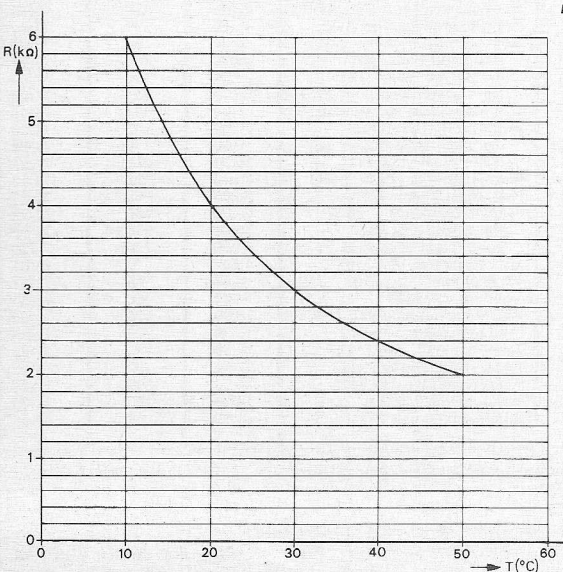
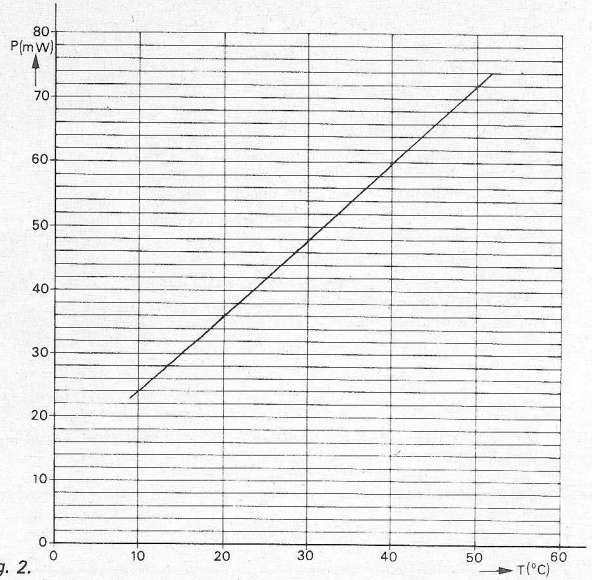

Fig. 1.
Fig. 2.
2. Een NTC-weerstand wordt gebruikt als thermometer. De waarde van de weerstand als functie van zijn temperatuur is in fig. 1 weergegeven.
a. Het opgenomen vermogen is  $P = U^2/R = 144/R$ . Door de uit fig. 1 afgelezen waarden van  $R$  in te vullen verkrijgt men  $P$  als functie van  $T$  (fig. 2).
b. Het opgenomen vermogen is thans  $12 \times 3 = 36 \text{ mW}$ . Omdat bij temperatuurevenwicht het opgenomen vermogen gelijk is aan het afgevoerde vermogen is het temperatuurverschil tussen weerstand en omgeving  $36/3,6 = 10^\circ\text{C}$ . De weerstandswaarde is  $12/3 = 4 \text{ k}\Omega$ . Uit fig. 1 volgt nu voor de weerstandstemperatuur  $T = 20^\circ\text{C}$ . De omgevingstemperatuur is dus  $20 - 10 = 10^\circ\text{C}$ .
c. De weerstandswaarde is nu  $12/6 = 2 \text{ k}\Omega$ , waaruit volgt dat de weerstandstemperatuur  $50^\circ\text{C}$  is (fig. 1). Het vermogen is  $12 \times 6 = 72 \text{ mW}$ . Het temperatuurverschil met de omgeving is dus  $72/3,6 = 20^\circ\text{C}$ . De omgevingstemperatuur is derhalve  $50 - 20 = 30^\circ\text{C}$ .